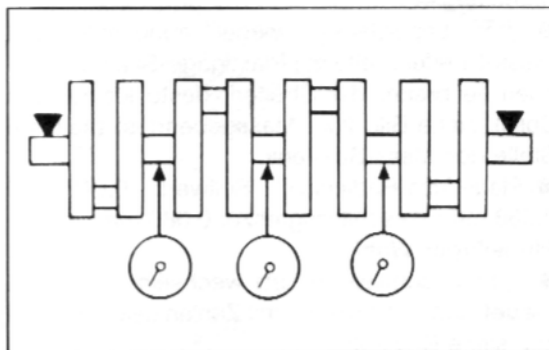

Bild 200
-  Kurbelwelle in Prismenblöcken auf äusseren Lagerzapfen auflegen und mit Messuhr an Hauptlagerzapfen Schlag messen, siehe Bild 200. Dabei beachten, dass tatsächlicher Schlag nur der Hälfte des angezeigten Wertes entspricht. Verschleissgrenze 0,03 mm.